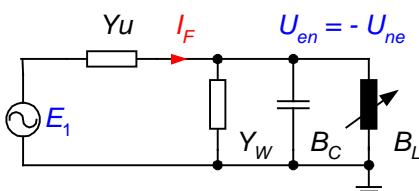

Bild 3.5: Einpolige Ersatzschaltung für die einpolige Unsymmetrie
Entsprechend Gleichung (14) kann das in Bild 3.5 gezeigte einpolige Ersatzschaltbild gezeichnet werden. Dieses Erdsatzschaltbild ist sowohl für den niederohmigen als auch für den hochohmigen Erdschluss gültig.